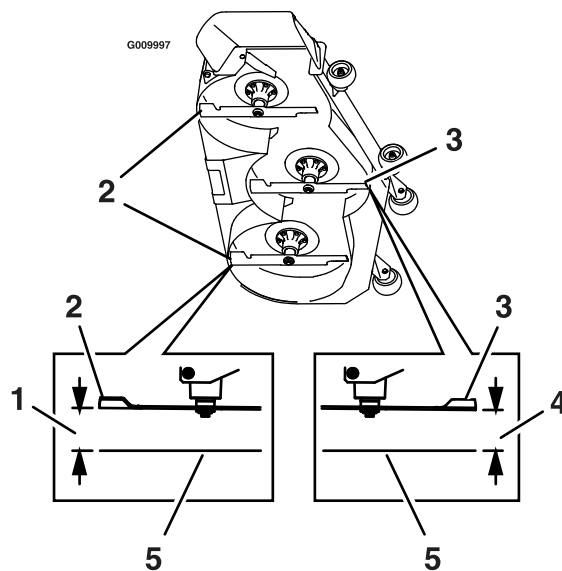

図 76
7. 水平面からセンターブレードの先端までを測る 図 76。